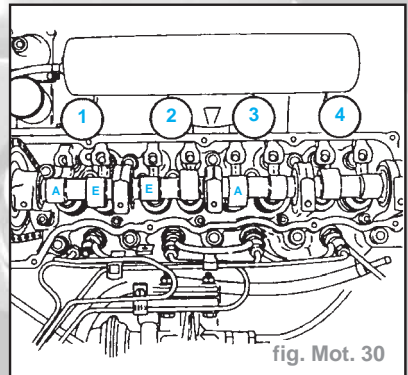

fig. Mot. 30
- Mesurer le jeu des soupapes et d'échappement du cylindre 1. Contrôler la soupape d'admission du cylindre 2 et la soupape d'échappement du cylindre 3. Régler si nécessaire (fig. Mot. 30).